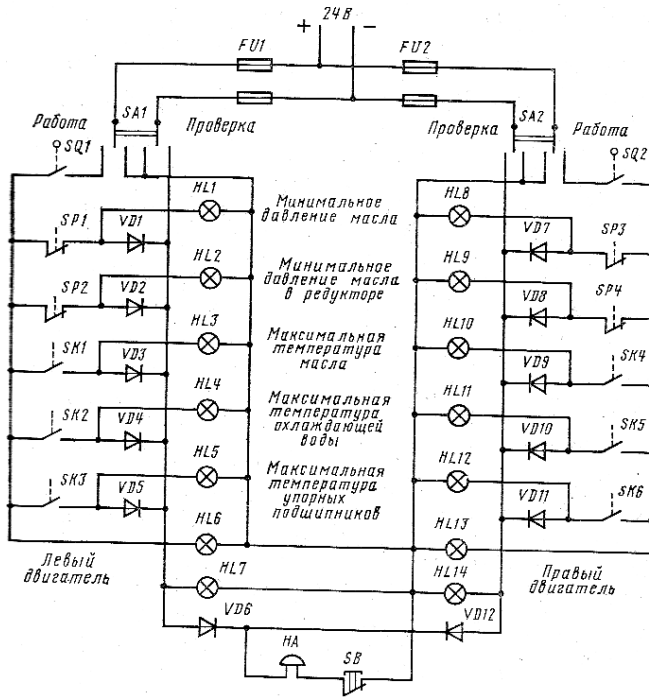

Рис. 3
3. Назвать элементы и назначение в схеме СПАС-5, принцип работы схемы в аварийных ситуациях с главным двигателем (рис.3).